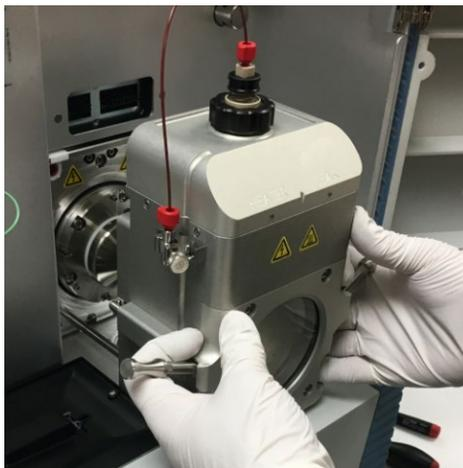

Figure 46 : Retrait de l'enceinte de la source
- 4) Remontez les deux leviers à came situés sur les côtés gauche et droit de l'enceinte de la source. Alors que les leviers à cam pivotent, l'enceinte de la source se dégage de la cloison et coulisse le long des tiges métalliques comme illustré à la Figure 46.
- 5) Retirez doucement l'enceinte de la source comme illustré à la *Figure 46*, en prenant soin de ne pas endommager la sonde ESI et la connexion au capillaire.